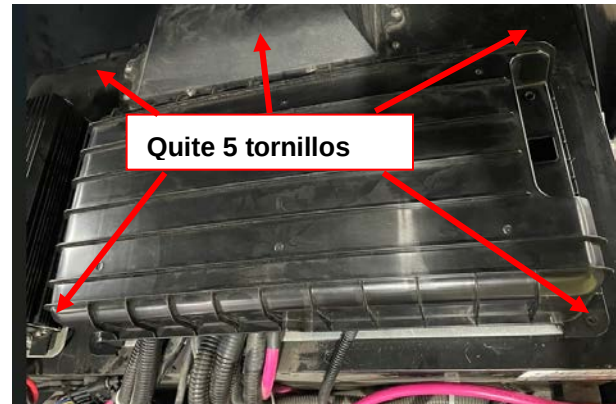

Figura 13
3. Quite 5 tornillos que se utilizan para fijar la cubierta del controlador (Figura 13).